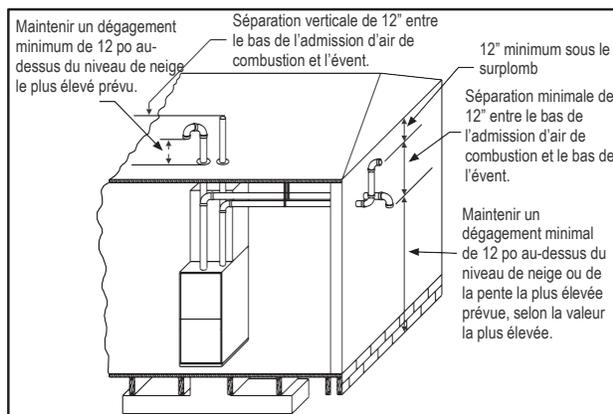
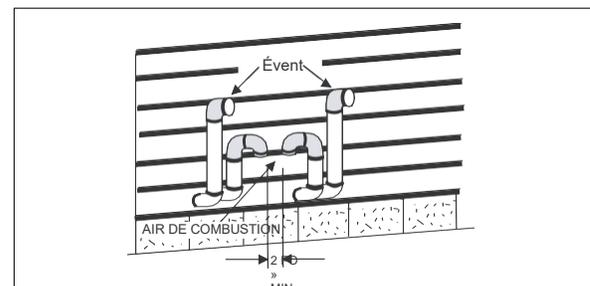

Fig 21 : Configuration de finition - 2 tuyau
Fig 23 : Double entrée d'air de combustion horizontale et terminaison de l'évent
7. Les systèmes d'évent direct doivent être installés de manière à ce que l'évent et les tuyaux d'air de combustion se terminent dans la même zone atmosphérique. Reportez-vous aux figures 21 ou 22.
Le côté air de combustion de la configuration à deux tuyaux illustrée à la figure 21 peut être installé de façon à ce que le tuyau d'air de combustion se termine comme décrit dans les sections air de combustion extérieure ou air de combustion ventilé de ces instructions. Suivez les instructions pour l'air de combustion extérieur ou l'air de combustion ventilé et les instructions pour installer le système d'évent avec l'évent se terminant comme illustré aux figures 23 ou 24. Le système à deux tuyaux doit avoir un tuyau d'air de combustion séparé et un tuyau d'évent séparé pour chaque chaudière. Les deux tuyaux d'air frais ou évent ne peuvent en AUCUN cas être attachés ensemble. Les tuyaux d'air de combustion et d'évent doivent se terminer dans la même zone atmosphérique.
1. AIR DE COMBUSTION EXTÉRIEUR: Il s'agit d'une configuration d'événement direct dans laquelle l'air de combustion est fourni par un tuyau en PVC ou en ABS qui est relié au raccord en PVC fixé à la chaudière et qui se termine dans la même zone atmosphérique que l'événement. Ce type d'installation est approuvé sur tous les modèles. Reportez-vous à la figure 23.
2. AIR DE COMBUSTION AMBIANTE L'air de combustion est fourni à partir de la zone entourant la chaudière par des ouvertures dans l'enveloppe de celle-ci. Les tuyaux d'air de combustion et d'événement ne sont pas terminés dans la même zone atmosphérique. Reportez-vous à la Figure 21 pour la finition de l'événement. Reportez-vous à la section « Alimentation en air de combustion ambiant » pour une pose correcte. Reportez-vous à la figure 23.